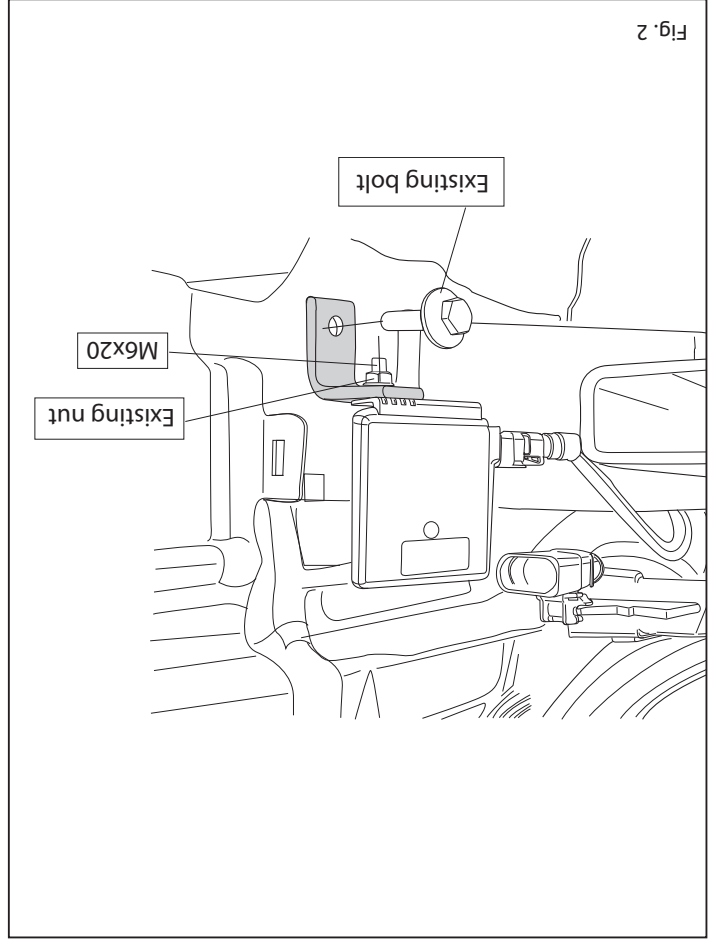

Fig. 2
6. Attach the aerial to support G. See figure 2.
6. Die Antenne an die Halterung G montieren. Siehe Abbildung 2.
6. Monter l'antenne sur le support G. Voir la figure 2.